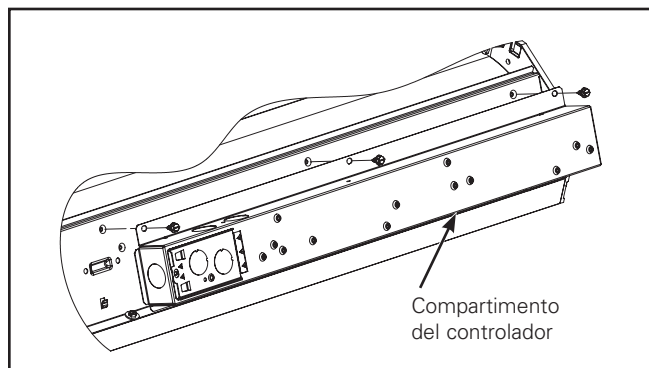

Figura 1.
1. Quite el compartimento del controlador del soporte de montaje del controlador en la luminaria estándar SkyRidge (Figura 1).